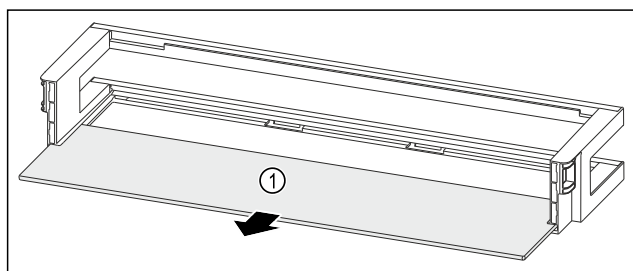

Fig. 96 Balconcino controporta con ripiano
- Rimuovere il ripiano Fig. 96 (1).